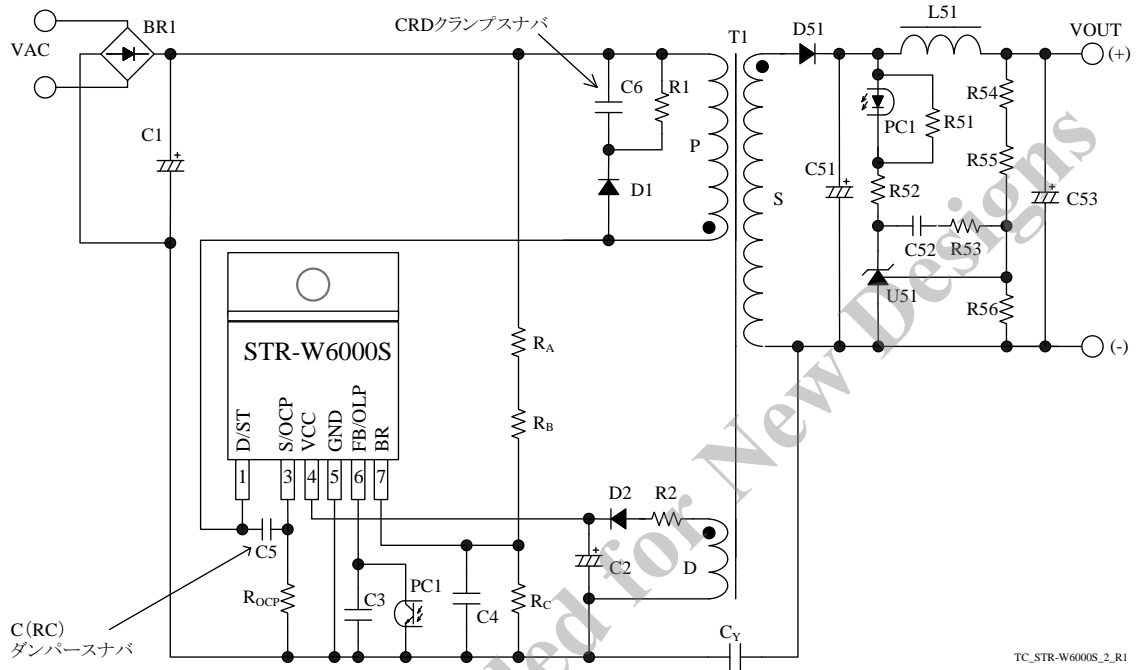

図 6-1 ブラウンイン・ブラウンアウト機能を使用した場合 (DC ライン接続)
- 図 6-1、図 6-2 に、ブラウンイン・ブラウンアウト機能を使用した場合と使用しない場合の回路図を示します。